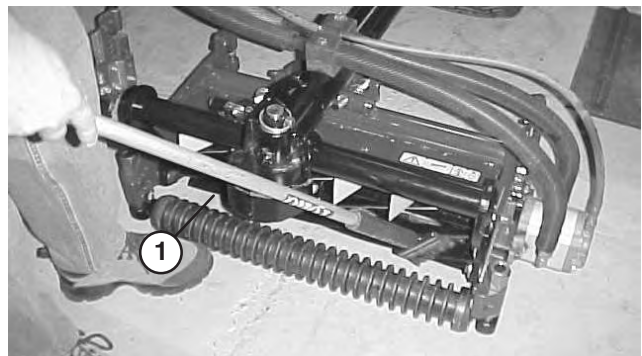

Figure 73
8. Appliquez du produit de rodage avec un pinceau à long manche (Réf. Toro 29-9100). N'utilisez jamais de pinceau à manche court (Fig. 73).